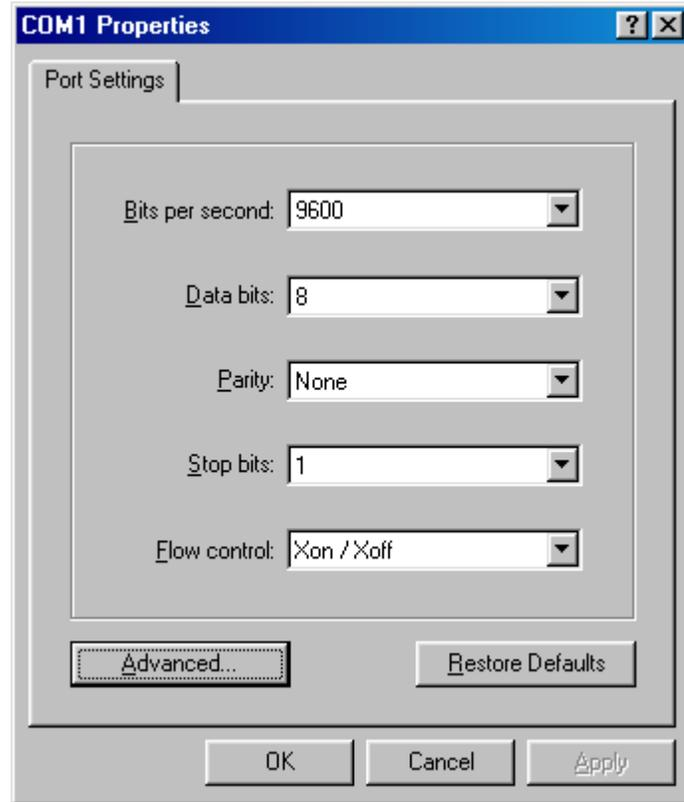

FIGURE 4 Boîte de dialogue Propriété™ COM1 de Microsoft Windows™
- e. **Choisissez exactement les paramètres indiqués à la FIGURE 4, puis cliquez sur OK.**